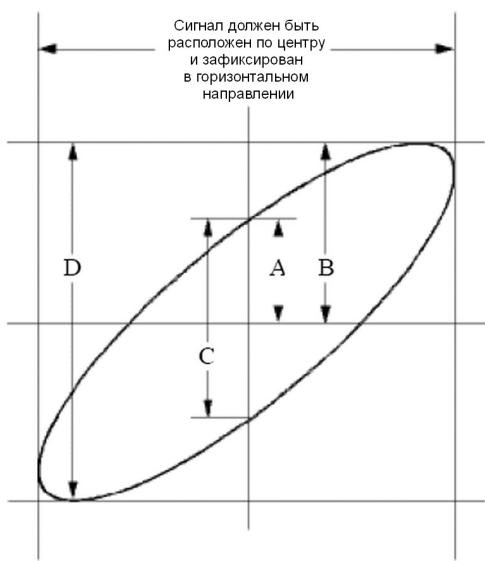

Рисунок 6.6. Фигура Лиссажу
- 8) Применив методику анализа эллиптических осциллограмм, найдите и вычислите разность фаз (см. рисунок 6.6).